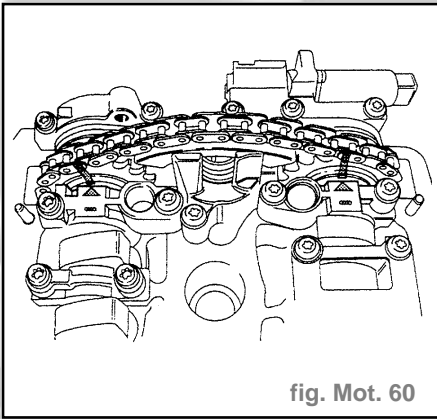

fig. Mot. 60
- Nettoyer la chaîne d'entraînement et les pignons à chaîne des arbres à cames situés face aux deux flèches sur les chapeaux de palier et repérer la position de montage par un marquage de couleur (fig. Mot. 60).